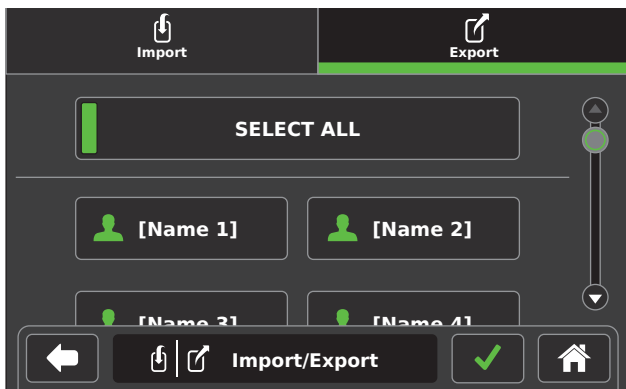

Figure 17 – Écran Import/Export
3. Appuyer sur le bouton **TOUT SÉLECTIONNER** ou appuyer sur le ou les fichiers de préréglage individuels à importer/exporter (Figure 17).